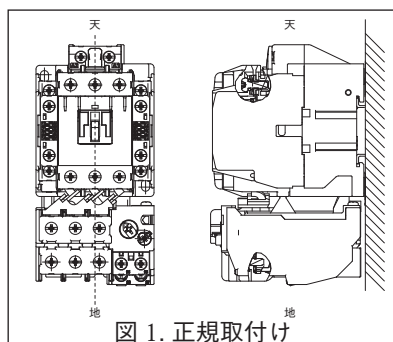
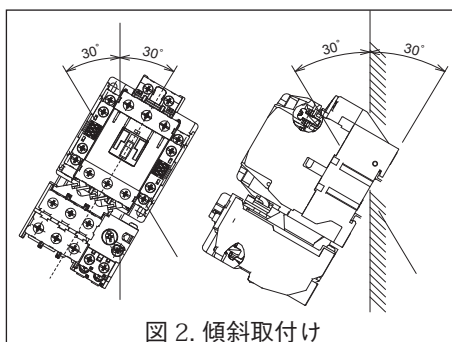
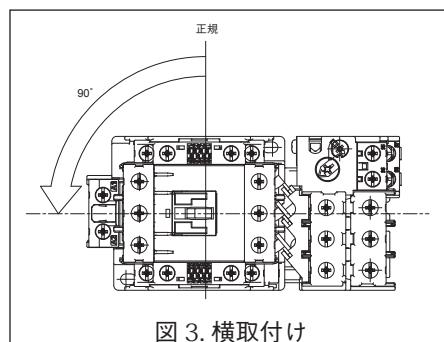

図1. 正規取付け
図2. 傾斜取付け
図3. 横取付け
- (1) 乾燥した場所ではこりや振動の少ないところに取付け願います。
- (2) 取付方向は垂直面で図1.の方向を正規としますが各方向30°までの傾斜取付けは許容できます。（図2.）
- (3) 床置取付、天井取付は許容できません。（床置・天井取付は、接点の導通性能、動作性能、耐久性等に影響します）
- (4) やむをえず横取付けする場合は図3.のように正規取付状態から反時計方向に90°回転させた状態で取付けてください。